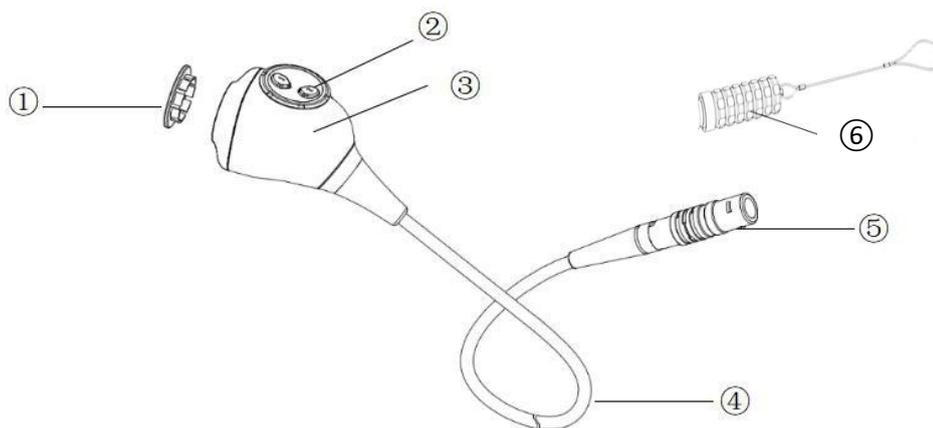
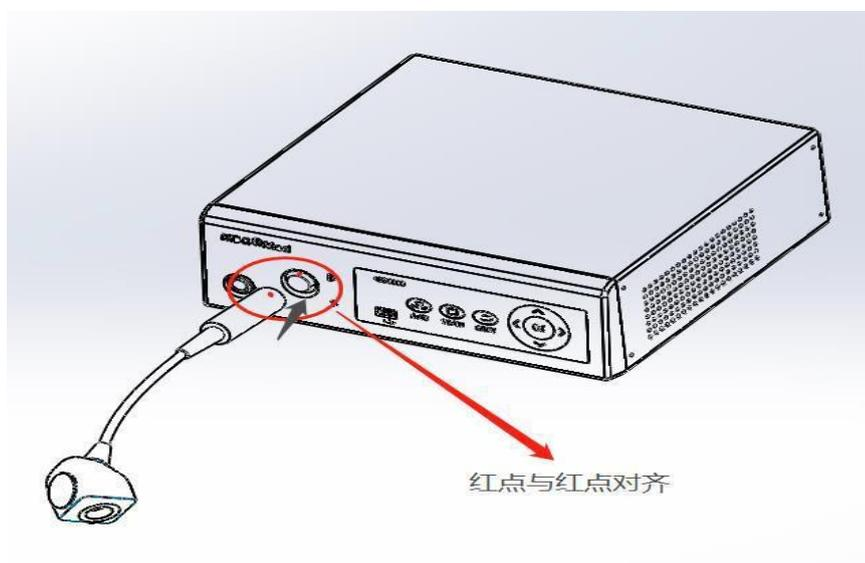

Figura 3-2 Diagrama da alça da câmera
Figura 3-3 Diagrama de instalação da alça da câmera
(1) Remova a tampa à prova d'água da alça da câmera, de acordo com a posição da marcação no painel frontal da unidade principal da câmera, alinhe o ponto vermelho no conector da alça da câmera com o ponto vermelho na interface do painel frontal da unidade principal e insira o conector da alça da câmera em linha reta. Conforme mostrado na Figura 3-2 e na Figura 3-3.